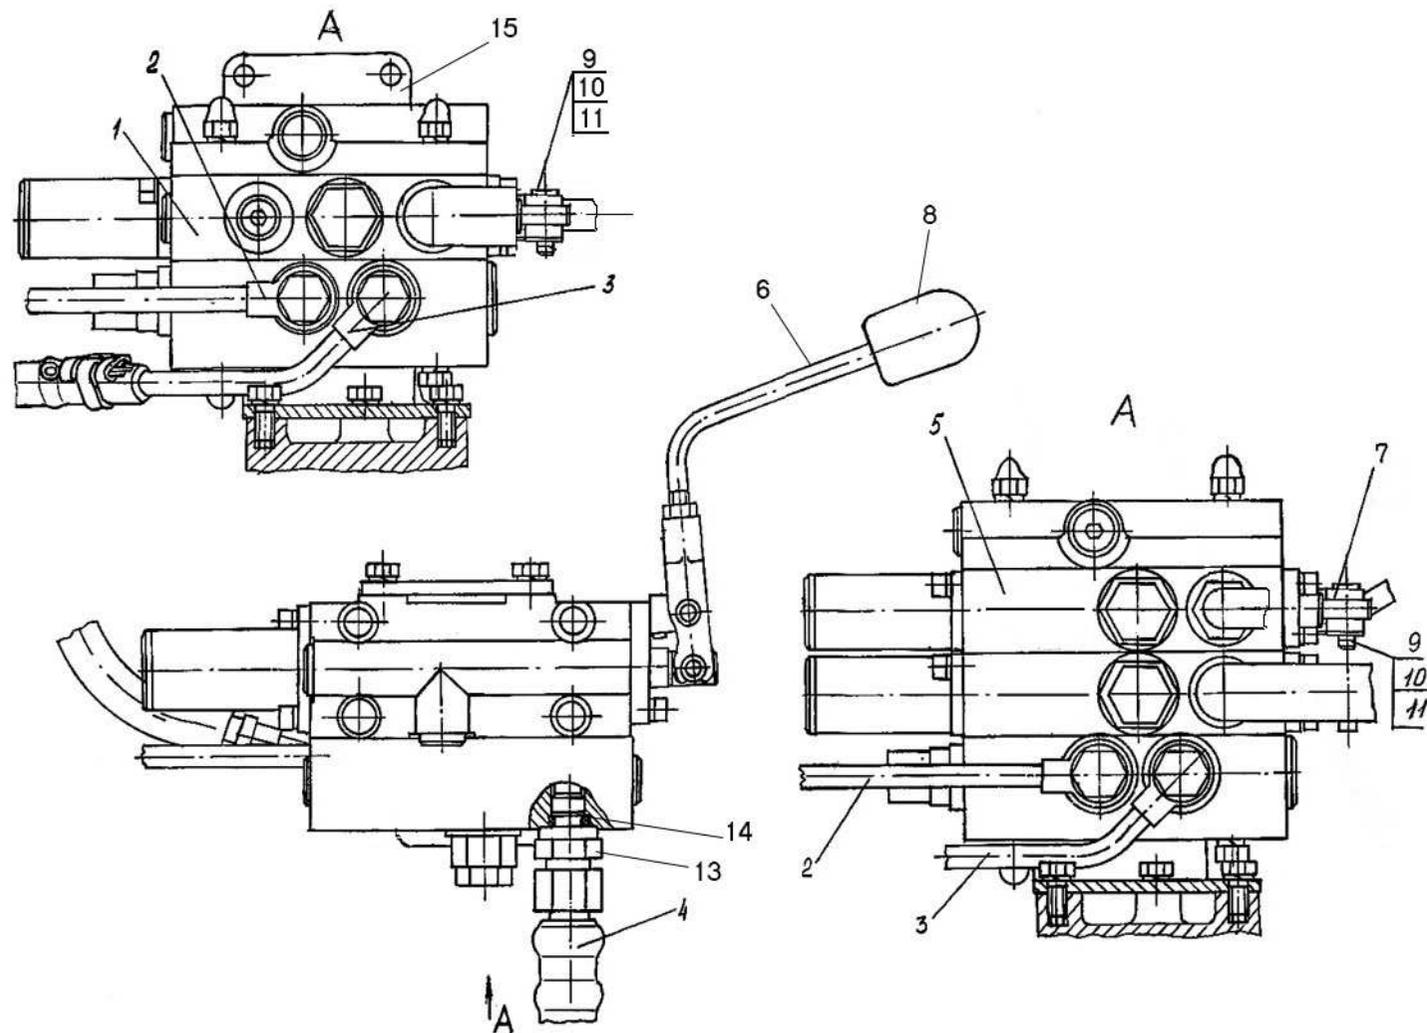

Рисунок 1
- отсоединить трубопроводы 2, 3 и рукав 4 (рисунок 1) от гидрораспределителя 1;
5.1.1 Установить гидрораспределитель 5 на кронштейн 15 (рисунок 1), предварительно сняв технологические заглушки, переходник ввертной 13 с кольцом 14, совместив отверстия кронштейна с отверстиями крепления гидрораспределителя. Закрутить болты, демонтированные с мини-трактора по 4.2.
5.6 При демонтаже оборудования бульдозерного с мини-трактора рукав 4 (рисунок 1) отсоединить от переходника ввертного 13 и установить заглушку (220-4607190) из комплекта поставки.